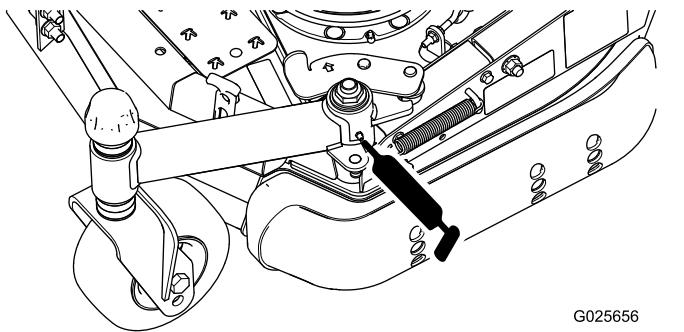

Figura 19
- Pivote del brazo de la rueda giratoria plegable (1) (Figura 19)